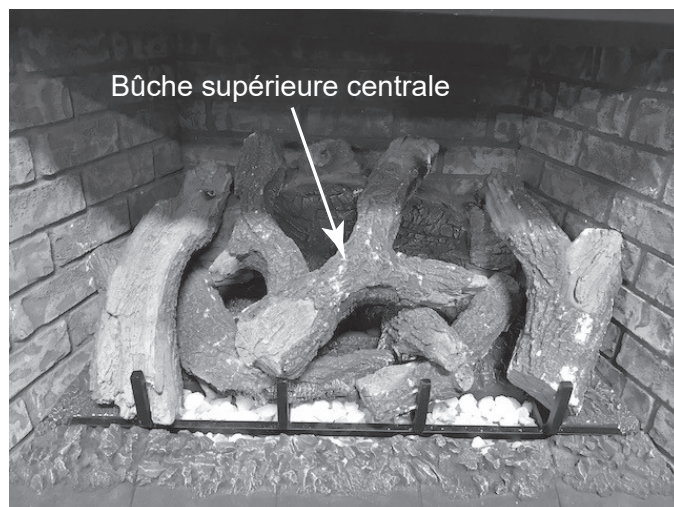

Figure 11.21
- Positionnez la bûche supérieure centrale en plaçant l'encoche située sous la bûche sur le point de repère au-dessus de la bûche arrière. L'encoche située à l'avant de la bûche s'emboîtera dans le repère de positionnement situé sur le dessus de la bûche du milieu à gauche. La partie droite de la bûche doit reposer sur la bûche avant droite. Voir la figure 11.21.